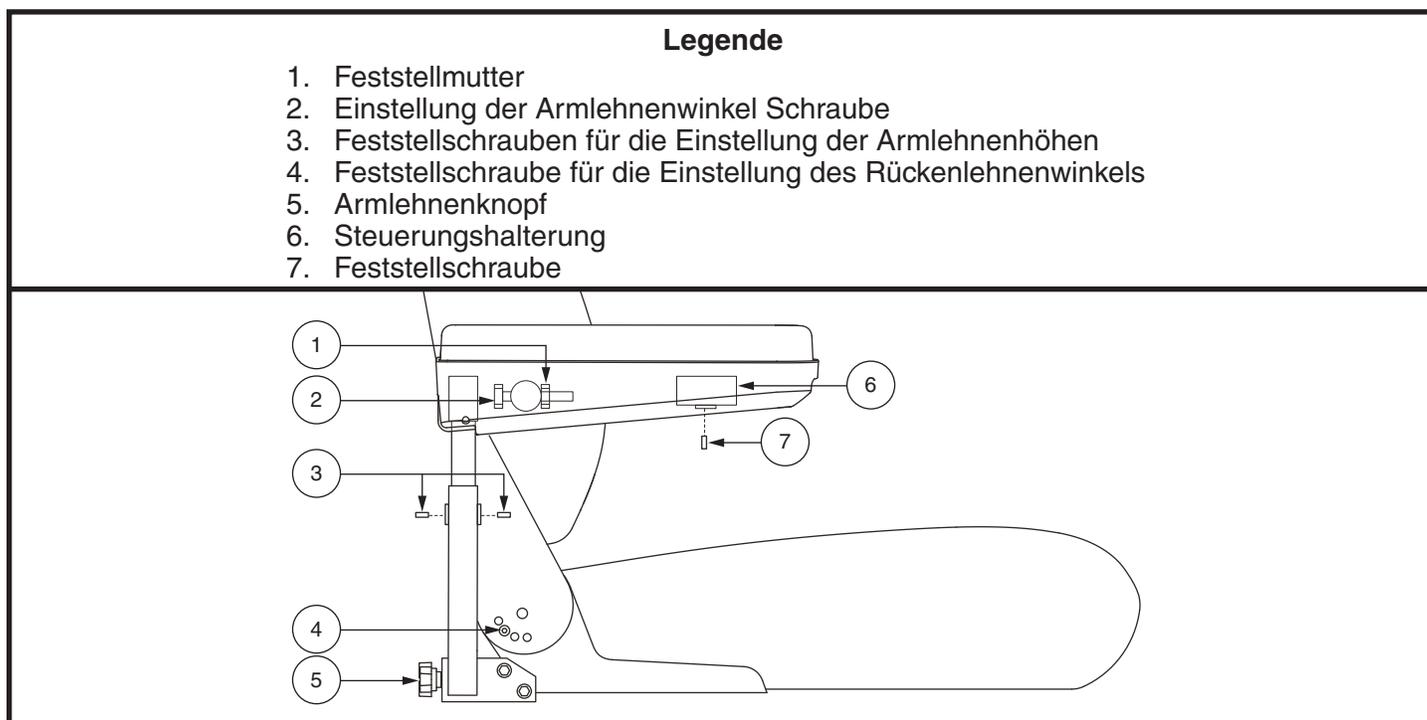

Bild 13. Einstellung der Rücken/Armlehnen
1. Entfernen Sie die Einstellschrauben von allen Sitzangeln. **Siehe Bild 13.**
1. Finden Sie die beiden Knöpfe an de Seiten der Halterung des Armlehnengriffstücks. **Siehe Bild 13.**
1. Heben Sie die Armlehne so, dass Sie senkrecht aufsteht. **Siehe Bild 13.**
1. Lockern Sie die beiden Feststellschrauben, die sich auf dem Griffstück der Armlehnen befinden. **Siehe Bild 13.**
2. Lockern Sie die Feststellschraube an der Steuerungshalterung. **Siehe Bild 13.**
11. Befestigen Sie den Kabelbaum der Steuerung an der Armlehne mit Kabelbindern. **Siehe Bild 13.**